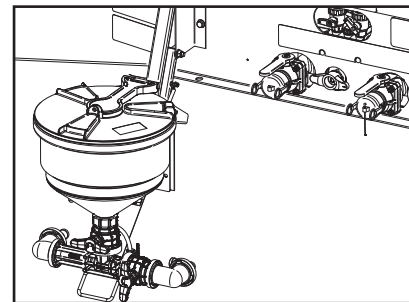

Figure 36
- Abaisser le pré-mélangeur vers vous jusqu'en fin de course des bras de support. **(figure 36)**